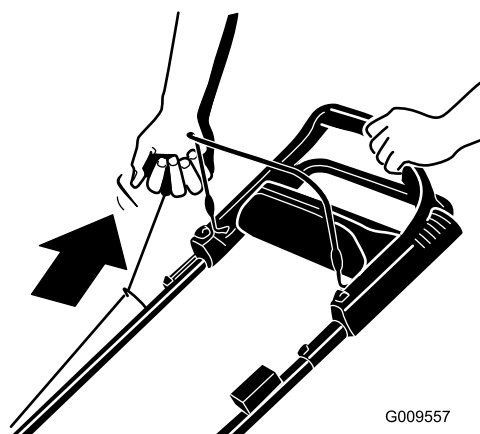

Рисунок 12
**Примечание:** Вы можете запустить двигатель из рабочего положения (Рисунок 12) или в месте расположения двигателя (с помощью рукоятки механического стартера, выдвигающейся из направляющей для троса).